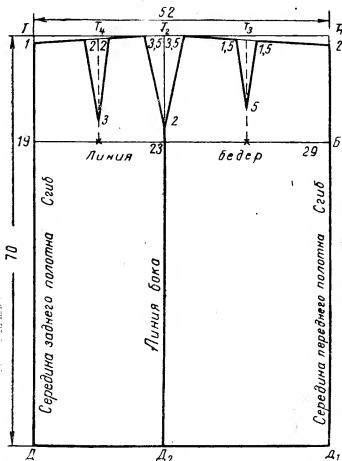

Рис. 238. Построение чертежа основы юбки с шестью вытачками
Чертеж юбки с шестью вытачками строят следующим образом. Проводят горизонтальную линию плана — 52 см (рис. 238) из расчета  $\frac{1}{2}$  окружности бедер плюс 2 см на свободное облегание бедер (для всех размеров):
**Нанесение линий фасона.** Для построения выкройки юбки прямого покроя на кокетке (см. рис. 239) берут основную выкройку юбки с шестью вытачками (см. рис. 238) и наносят на нее линии фасона.
**Нанесение линий фасона.** Для построения выкройки юбки данного фасона берут основную выкройку юбки с шестью вытачками (см. рис. 238) и наносят на нее линии фасона.
**Нанесение линий фасона и раскрой.** Для построения выкройки юбки клеш берут основную выкройку юбки с шестью вытачками (см. рис. 238) и наносят линии фасона.